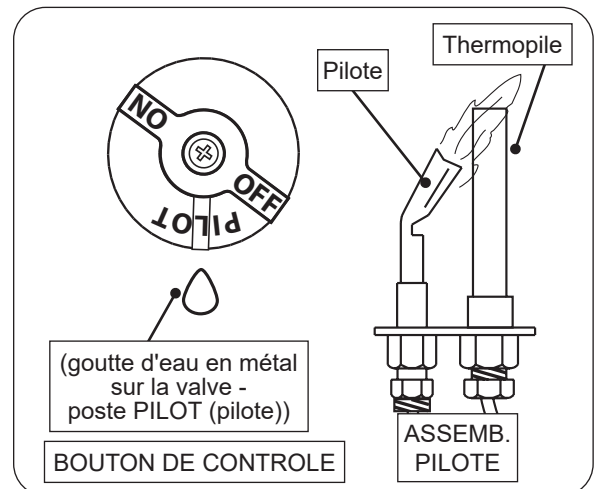

Fig. 47-1 Éclairage pilote
3. Localisez l'assemblage de la veilleuse sur le côté ou à l'arrière du bac du brûleur (voir Fig. 47-1).
4. Tournez le bouton de commande dans le sens antihoraire ↻ sur **PILOT** (pilote). Appuyez **fermement et complètement** sur le bouton de commande et maintenez-le enfoncé. Tenez une allumette allumée à longue tige / un briquet au butane à long cou près du thermopile pour allumer la veilleuse. Continuez à maintenir le bouton enfoncé pendant environ une (1) minute après l'allumage de la veilleuse. Relâchez le bouton et il ressortira. La veilleuse restera allumée. Voir la Fig. 47-1. S'il s'éteint, répétez les étapes 2 à 4.